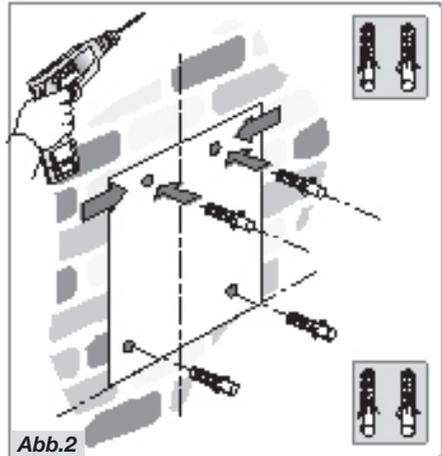

Abb.2
**Achtung:** Durch Halogenlampen derselben Bauart ersetzen. Diese nicht mit bloßen Händen berühren; nach dem Wechseln das Deckglas **C** wieder verschließen; siehe Abb.2.
- Bringen Sie die Bohrschablone an der Wand an und vergewissern Sie sich, dass sie sich auf einer Linie mit der Vorzeichnung an der Wand befindet. Markieren Sie die Position der Löcher und bohren Sie diese (Abb.2).